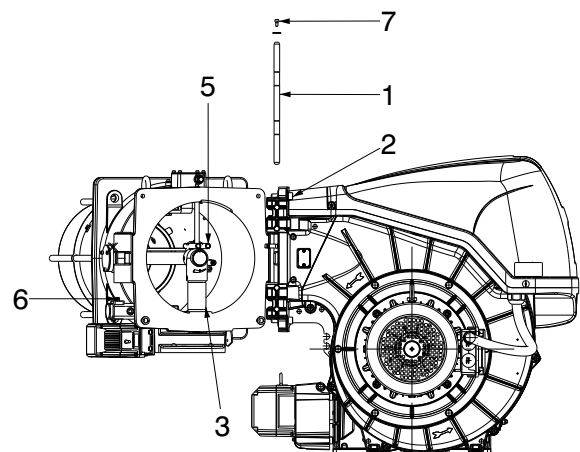

Fig. 17
Il bruciatore esce dalla fabbrica predisposto per l'apertura verso sinistra, mantenendo quindi il perno 1)(Fig. 17) in sede.
- A scollegare la spina/presa 6)(Fig. 17) del pressostato gas di massima;
- D aprire il bruciatore completamente come in Fig. 17;
Per l'apertura del bruciatore dal lato opposto, prima di togliere il perno 1)(Fig. 17), verificare che le 4 viti 2) siano serrate.